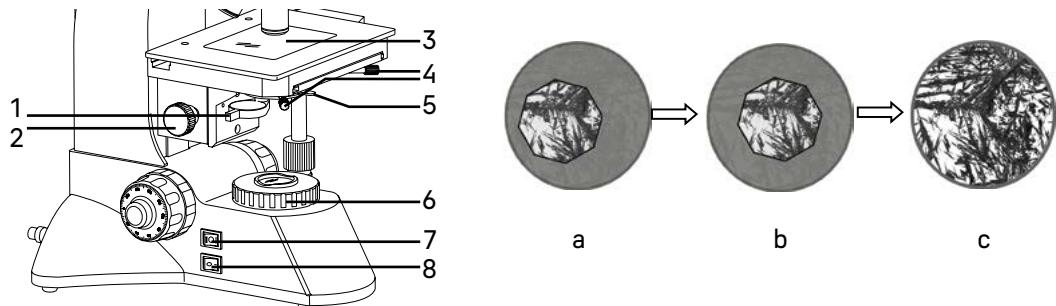

Рис. 12. Центрировка конденсора
- Убедитесь, что питание включено – кнопка 8 (рис. 12) приведена в положение «–».
- Включите осветитель проходящего света, установив переключатель 7 (рис. 12) в положение «I». Дайте ему немного поработать, чтобы достичь стабильного уровня освещения.
- Разместите объект на предметном столике 3 (рис. 12), введите в ход лучей объектив 10x, сфокусируйтесь, настройте визуальную насадку.
- Раскройте полевую диафрагму коллектора 6 (рис. 12) и апертурную диафрагму конденсора, рукояткой перемещения кронштейна конденсора 2 (рис. 12) поднимите конденсор до упора.
- Наблюдая в окуляры, прикройте полевую и апертурную диафрагму, так чтобы была освещена только центральная часть поля зрения – рис. 12а.
- С помощью центрировочных винтов конденсора 4 (рис. 12) приведите изображение в центр поля зрения окуляра – рис. 12б.
- Осторожно перемещая конденсор вверх и вниз вращением рукоятки перемещения кронштейна конденсора 2 (рис. 12), поместите конденсор в рабочее положение, при котором будет резкое изображение краев многогранника прикрытой полевой диафрагмы, а дифракционный сине-зеленый цвет на краю диафрагмы обращен за край диафрагмы, а не в поле зрения.
- Раскройте полевую диафрагму немного больше, чем размер поля зрения – рис. 12с. Может потребоваться дополнительная центрировка.